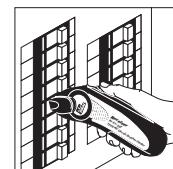

Figure 3
4. Placez la surface plate de l'extrémité conique du récepteur directement sur le disjoncteur ou fusible de la façon illustrée. (Figure 3) si le récepteur est tenu à n'importe quel autre angle, les lectures pourront être imprécises.